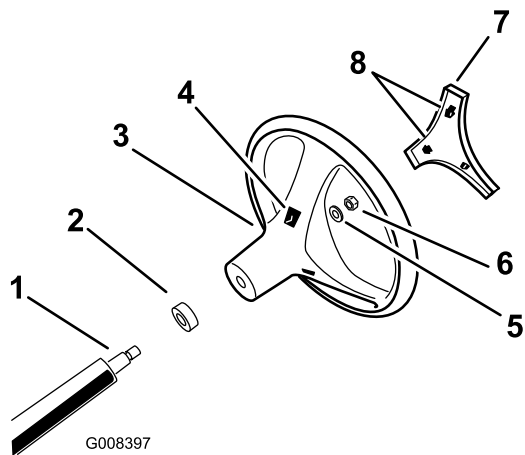

図 3
4. ハンドルをシャフトにはめ込み、ナットで固定する（図 3）。ナットを 24～30 Nm にトルク締めする。